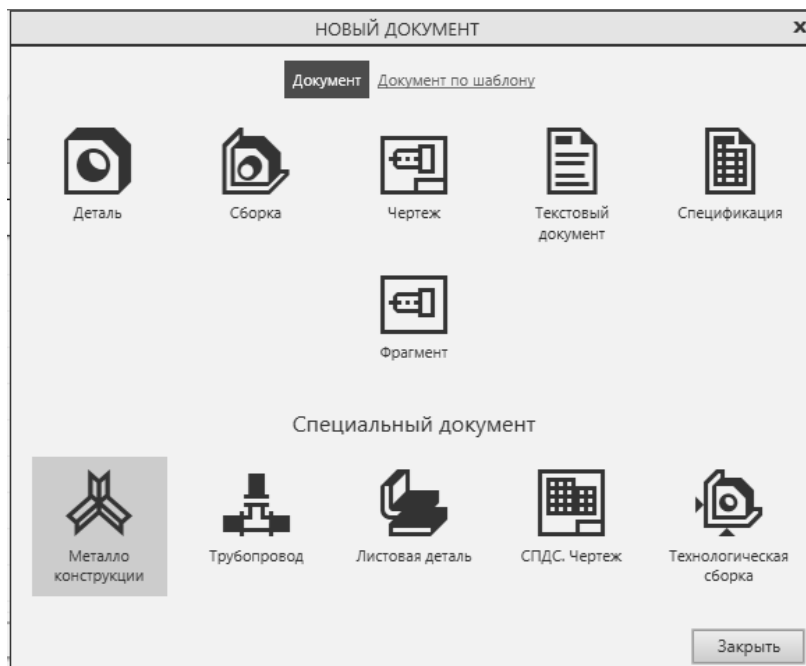

Рис. 11.2. Окно «**Новый документ**»
1. Выполните последовательность команд: «**Файл** → **Создать**» → из группы **Специальный документ** выбрать **Металлоконструкции** (рис. 11.2).